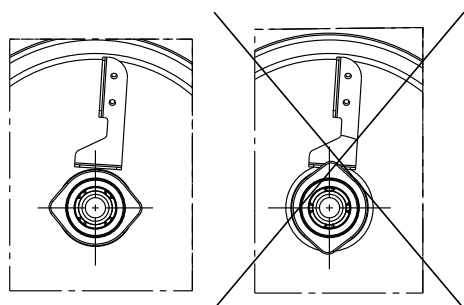

Рис. 11 Монтаж неподвижной части уплотнения (только SiC/SiC)
3. Запрессовать неподвижную часть уплотнения. См. рис. 11.